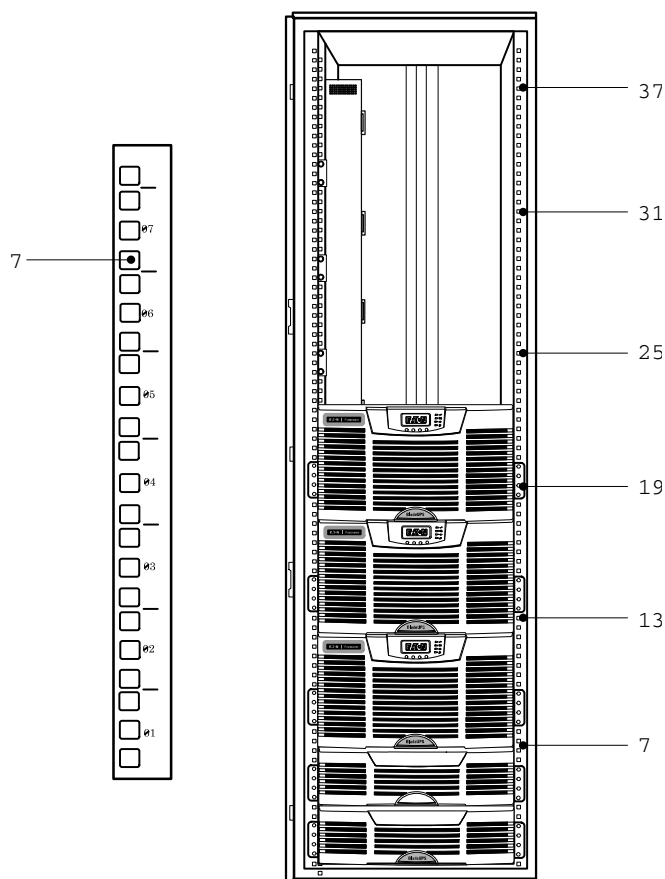

Рисунок 3. Рекомендуемые расположения направляющих (пример конфигурации)
8. Распланируйте местоположение каждого шкафа в стойке и отметьте эти места знаком “U” для установки направляющих. Например, для стойки, содержащей шесть ИБП и нижний кабельный канал, запланируйте установку подошвы направляющих по следующим меткам (см. рисунок 3):
ПРИМЕЧАНИЕ Рекомендуемые расположения направляющих даны только в качестве примера. Располагайте направляющие в соответствии с конфигурацией вашей системы. Следует предусмотреть разметку отверстий и нумерацию (см. рисунок 3). Указания по конфигурированию параллельной системы с несколькими ЕВМ см. на странице 3.